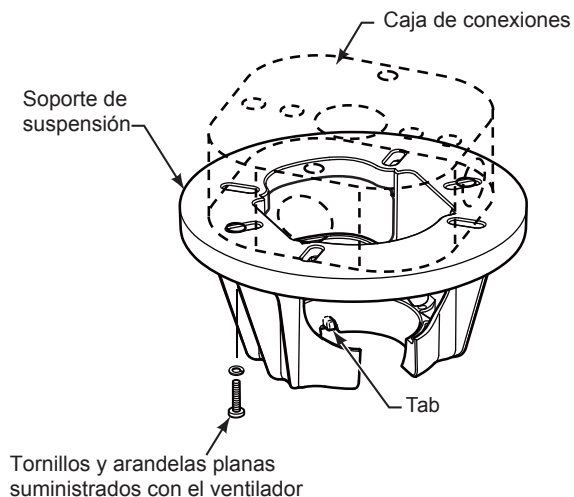
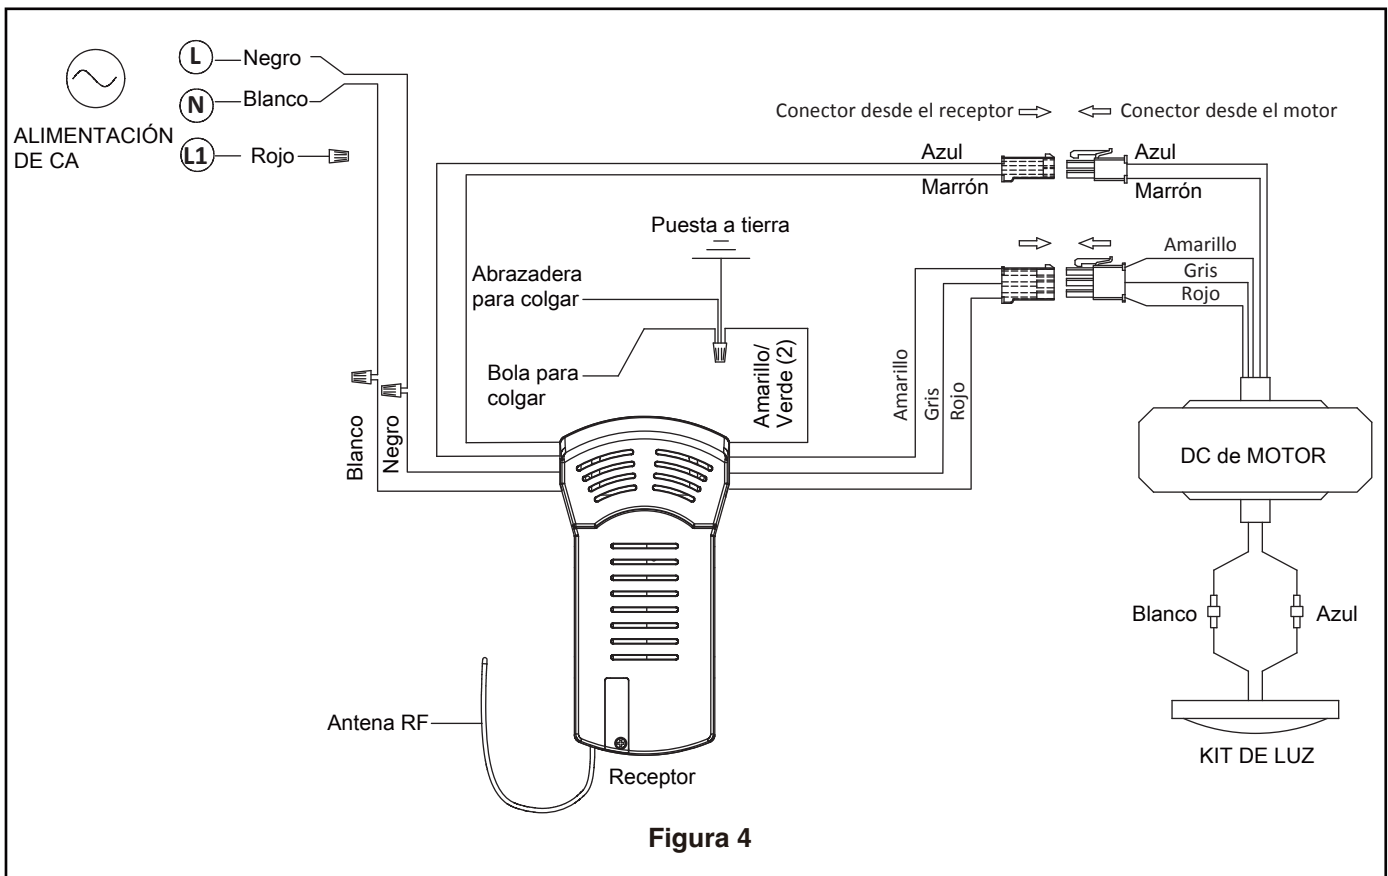

Figura 3
Figura 4
3. Afloje los dos tornillos de fijación del soporte del barral de soporte para techo a través de la varilla. Introduzca los cables a través de la varilla. (Figura 3)
1. Fije adecuadamente el soporte colgante a la caja de empalme del techo que sea aceptable para el soporte del techo. Usando los tornillos de la caja de salida #8-32 y las arandelas planas suministrado con el ventilador. (Figura 3)
NOTA: Se deben pasar los tornillos de la caja de conexiones a través de los orificios que se encuentran en el soporte de suspensión. (Figura 3)
- ☐ 3. Con cuidado, levante el ventilador y apoye la unidad del barral/de la semiesfera en el soporte de suspensión que acaba de fijar a la caja de conexiones. (Figura 4) Asegúrese de que la ranura en la semiesfera esté alineada con el reborde del soporte de suspensión. (Figura 3)
2. Deslice el receptor en el soporte de suspensión antes de realizar el cableado como se muestra en la figura 3.
3. Realice las conexiones de cables al bloque del terminal como se muestra en la Figura 4. Conecte el conector de 2 clavijas desde unidad del motor conexión a la receptor, instale el conector de 3 clavijas desde unidad del motor conexión a la receptor.